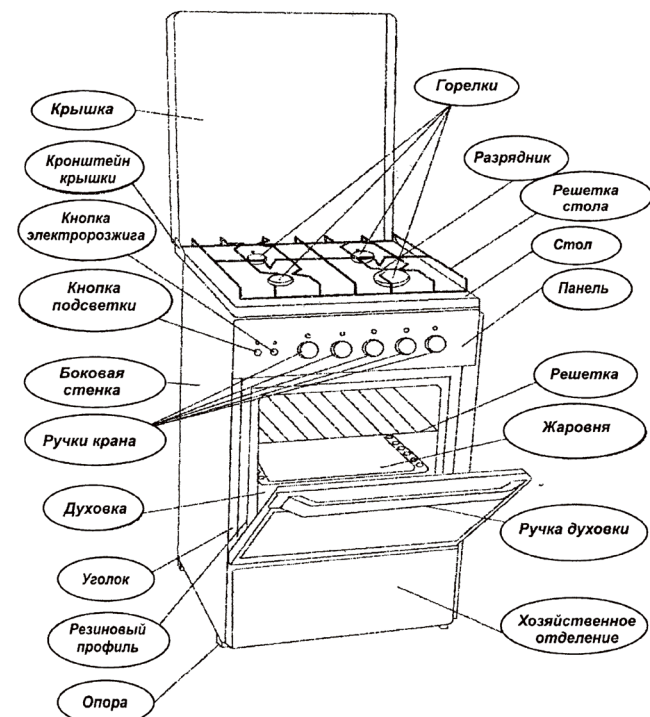

Рис. 1 Газовая плита с 4 горелками
5.1. Общий вид плиты с указанием основных частей показан на рис.1,2.